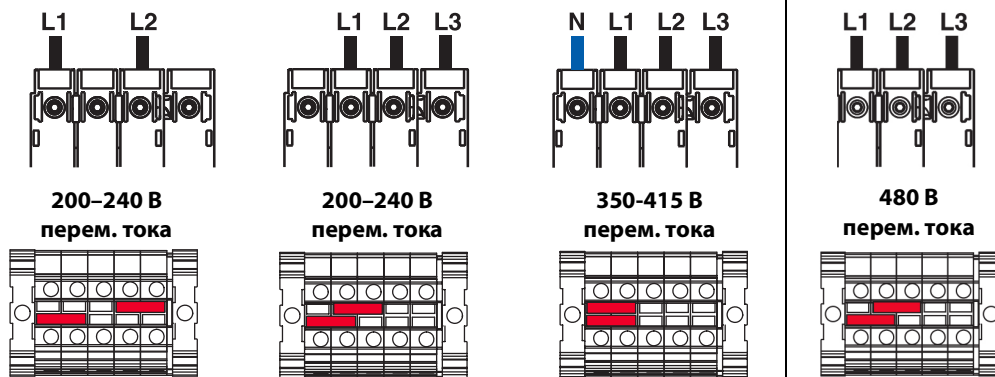

Рис. 7: Предохранители и положения
1. Переведите главный выключатель питания (AG) в положение ВЫКЛ.
4. Подсоедините провод заземления к клемме заземления (GT).
5. Подключите шнур питания, как показано на Рис. 7. Легко надавите на все соединения, чтобы убедиться в том, что они зафиксированы должным образом.
6. Затяните компенсатор натяжения (SR).